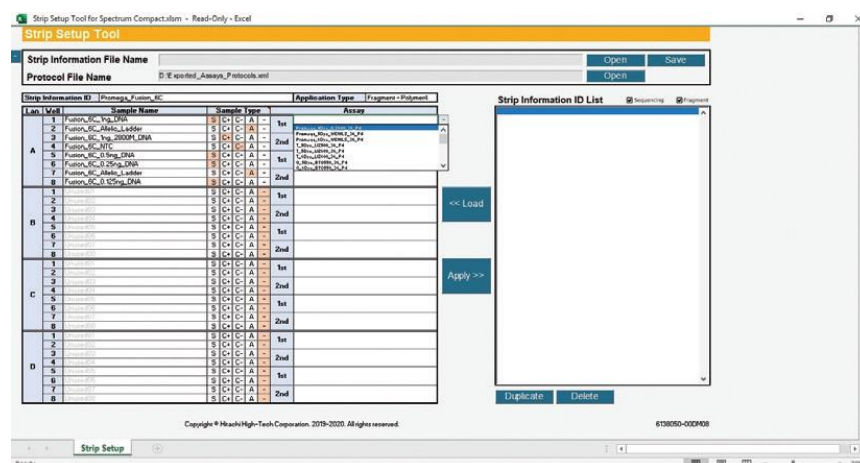

図 212 Assay Pull-Down Menu を含む Strip Setup Tool for Spectrum Compact 画面
- インジェクションセット（4 つの well で 1 セット）に assay を割り当てるために、1st と記されたセルの右側にある Assay の列の下のセルを選択すると、プルダウンメニューが有効になります。(図 212)
- strip information を.xml ファイルとして保存する前に、Strip Information ID List の新しく作成した strip ファイル名の前にはアスタリスクが付きます。 .xml ファイルとして保存後は、アスタリスクが消えます。(図 212)